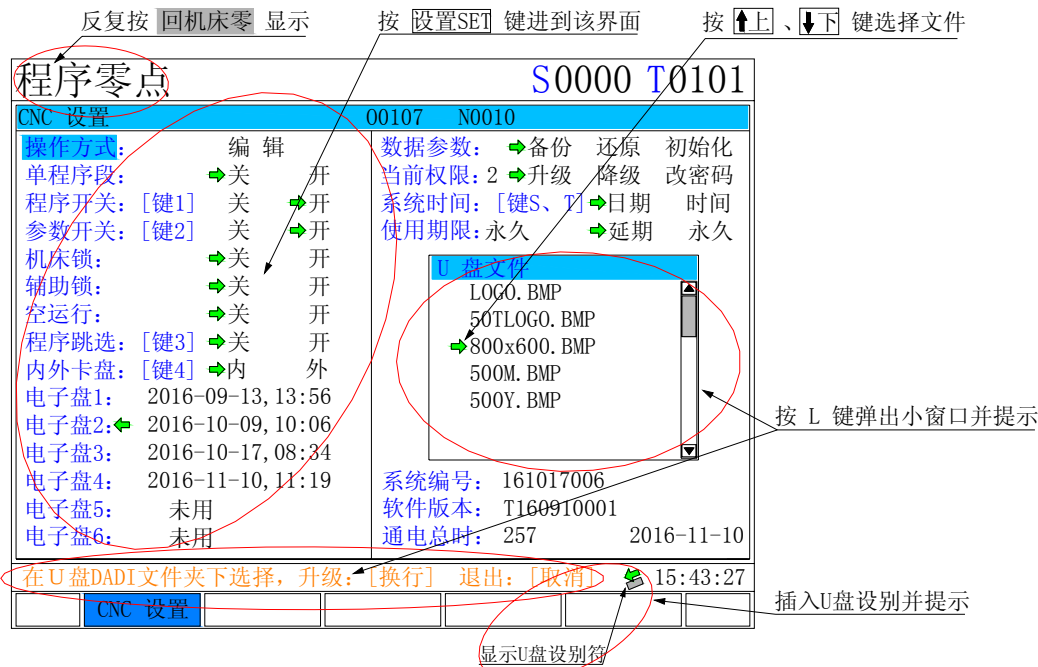

图 10.2.2-1
① 准备好 U 盘，并确保是按 FAT32 文件系统进行格式化。在 U 盘根目录建一个 dadi 子目录，将开机界面文件（如 500tjm.bmp，文件扩展名必须是 .bmp）拷贝到 U:\dadi 目录下；
② 连接 U 盘到 CNC，直到数控系统显示 U 盘设别符，如图 10.2.2-1；
③ 反复按 **回机床零** 键，进到 程序零点 状态；
④ 按 **设置 SET** 键，到设置界面，如下图 10.2.2-1；
⑤ 按 **L** 键，弹出导入小窗口，如上图 10.2.2-1。并提示：在 U 盘 DADI 文件夹下选择，升级：[换行] 退出：[取消]
⑥ 按 **上**、**下** 键移动绿色小箭头光标，选择开机界面文件；
⑦ 按 **换行 EOB** 键开始导入；
⑧ 导入完成，等 3~5 秒钟，重新上电。